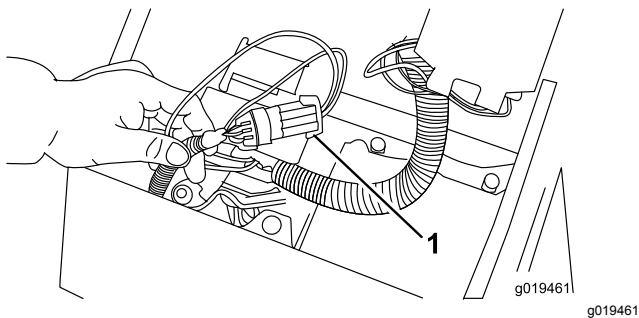

Bild 30
2. Öffnen Sie die Abdeckung des Armaturenbretts. Ermitteln Sie den Kabelbaum und den Rückführungsstecker. Ziehen Sie den Rückführungsstecker vorsichtig aus dem Kabelbaumanschluss (Bild 30).